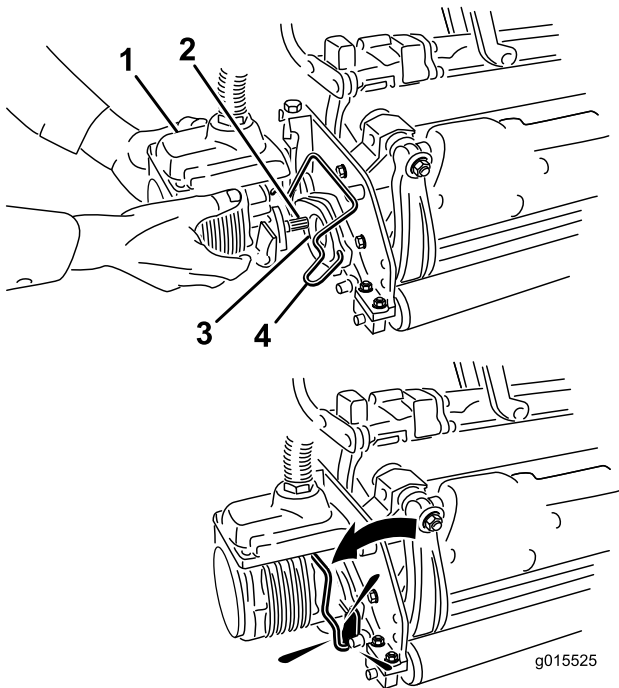

図 35
6. カッティングユニット用モータのスプラインシャフトにきれいなグリスを塗りつける (図 35)。
7. モータを、カッティングユニットの左側 (運転席から見て) に取り付け、カッティングユニットについているモータ固定バーを、モータの上から被せるようにセットし、モータの左右から「カチッ」というロック音が聞こえるまで押し下げる (図 35)。